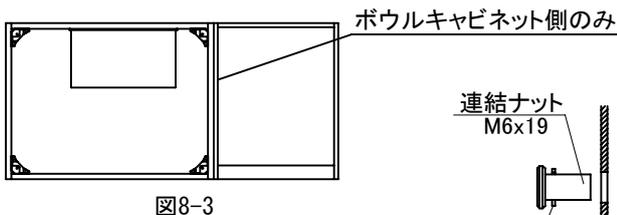

図8-3
- ①ドレッサーユニットのボウルキャビネット側の側面に穴を加工してください。(図8-3、8-4)